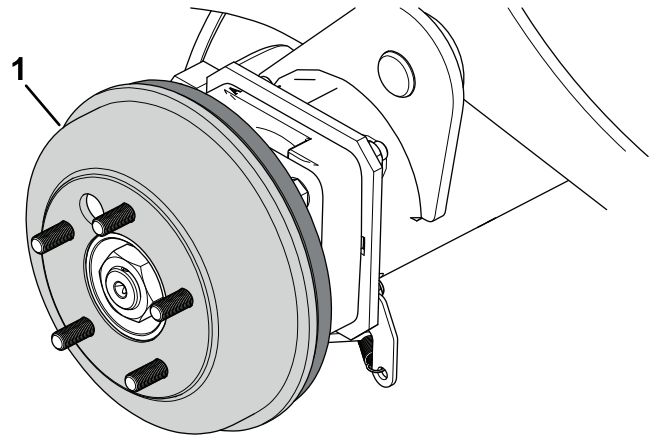

Figura 68
4. Rimuovete manualmente i tamburi del freno (Figura 68).